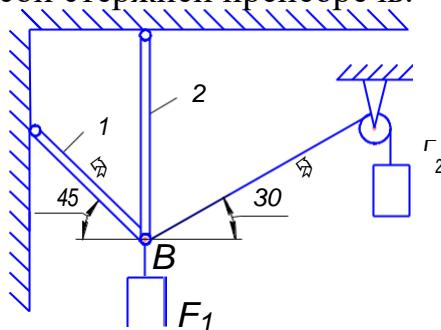

Рисунок 1
Пример 1. Определить реакции стержней,держивающих грузы $F_1 = 70$ кН и $F_2 = 100$ кН (рис. 1). Массой стержней пренебречь.
1. Рассматриваем равновесие шарнира B (рис. 1).